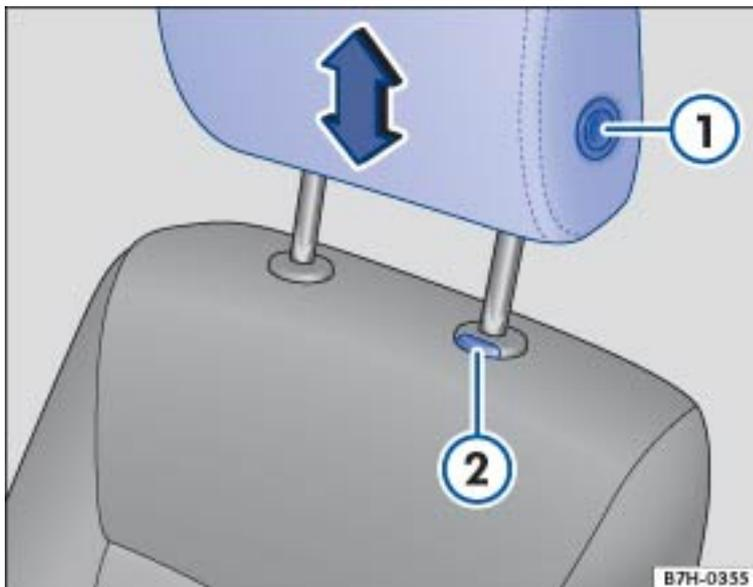
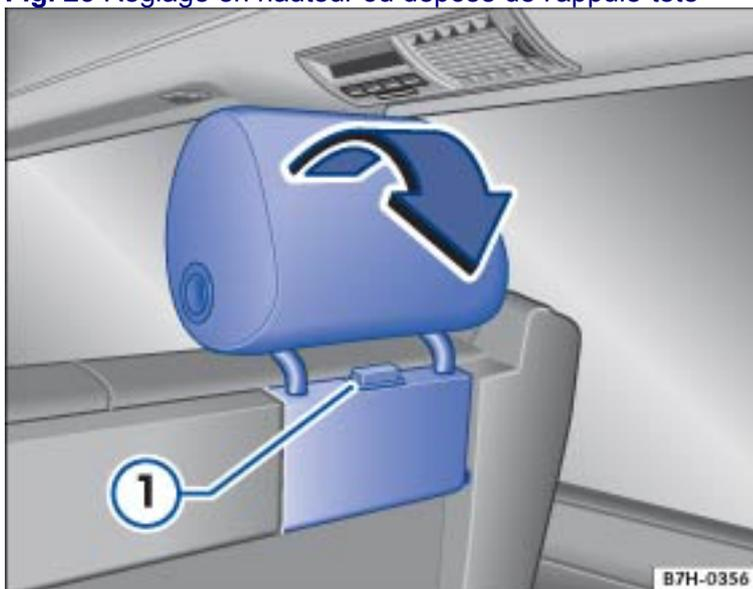

Fig. 23 Réglage en hauteur ou dépose de l'appuie-tête
Fig. 24 Rabattement de l'appuie-tête
⇒ Fig. 23 ou rabattables ⇒ Fig. 24.
Selon le modèle, appuyez sur la touche ⇒ Fig. 23 ① ou ② et maintenez-la enfoncée.
Appuyez sur la touche ⇒ Fig. 24①, puis rabattez l'appuie-tête vers l'arrière dans le sens de la flèche.
Retirez entièrement l'appuie-tête en appuyant sur la touche ⇒ Fig. 23②.